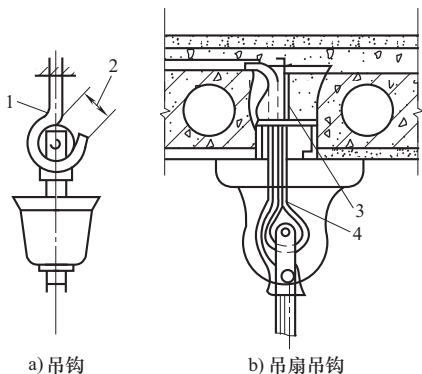

图 6-22 吊扇吊钩的安装
(1) 吊扇的安装需要在土建施工中,根据图样预埋吊钩。吊钩不应小于悬挂销钉的直径,且应用不小于 8mm 的圆钢制作。在不同的建筑结构中,吊钩的安装方法也不同。
(2) 吊扇的规格、型号必须符合设计要求,并有产品合格证。吊扇叶片应无变形,吊杆长度应合适。
(3) 组装吊扇时应根据产品说明书进行,注意不要改变扇叶的角度。扇叶的固定螺钉应装防松装置。
(4) 吊扇与吊杆之间、吊杆与电动机之间,螺纹连接啮合长度不得小于 20mm,并必须有防松装置。吊扇吊杆上的悬挂销钉必须装设防振橡皮垫,销钉的防松装置应齐全、可靠。
(5) 安装前检查、清理接线盒,注意检查接线盒预埋安装位置是否接错。
(6) 吊扇接线时注意区分导线的颜色,应与系统穿线颜色一致,以区别相线、零线及保护地线。
(7) 将吊扇通过减振橡胶耳环挂牢在预埋的吊钩上,吊钩挂上吊扇后,一定要使吊扇的重心和吊钩垂直部分在同一垂线上。吊钩伸出建筑物的长度应以盖住风扇吊杆护罩后能将整个吊钩全部罩住为宜,如图 6-22 所示。
(8) 用压接帽接好电源接头, 将接头扣于扣碗内, 紧贴顶棚后拧紧固定螺钉。按要求安装好扇叶, 扇叶距地面高度不应低于 2.5m。
(9) 吊扇调速开关安装高度应为 1.3m。同一室内并列安装的吊扇开关高度应一致, 且控制有序不错位。
(10) 吊扇运转时扇叶不应有明显的颤动和异常声响。